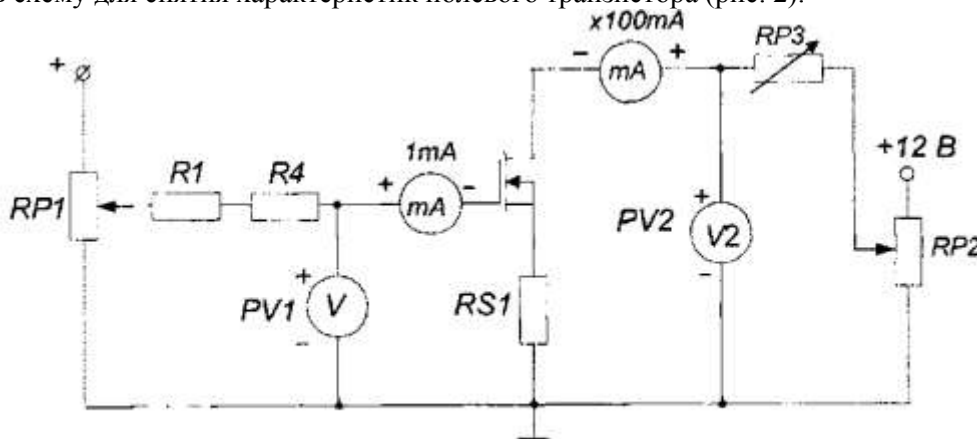

Рис.2 Схема для снятия сток-затворной характеристики полевого транзистора
- 1) Собрать схему для снятия характеристик полевого транзистора (рис. 2).
2) Снять стокзатворную характеристику $I_c = f(U_{зи})$ при постоянном напряжении на стоке U_c , используя схему на рис. 2. Экспериментальные точки записывать в таблицу и наносить на график. Изменяя напряжение на затворе от нуля до максимального значения при помощи потенциометра RP1, снять сток-затворную характеристику при $RP3=150$, $RP2=3,5$). При снятии характеристики убедитесь, что ток затвора I_z мал. На начальном участке характеристики точки снимать чаще.